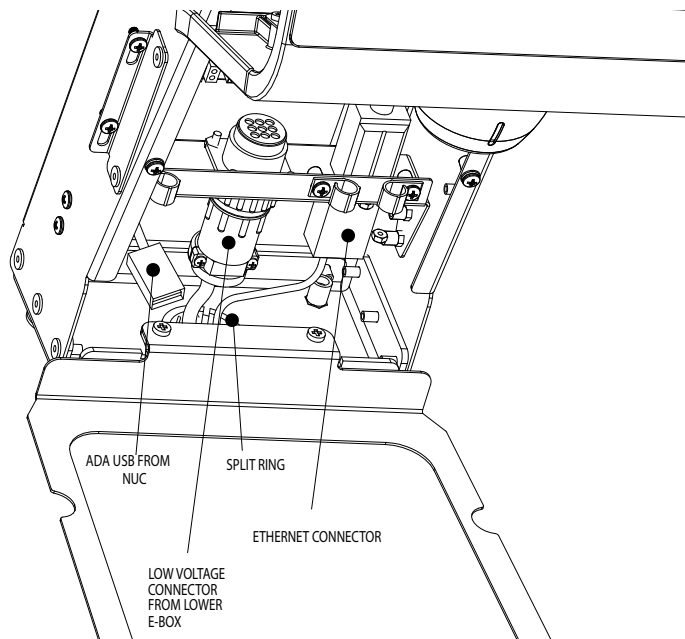

Figure 4
9. Retirez le collier de l'anneau fendu (voir Figure 4)
11. Pousser aussi le câble Ethernet à travers le trou et le brancher dans le connecteur correspondant à l'intérieur de la tour E-Box (voir Figure 4)